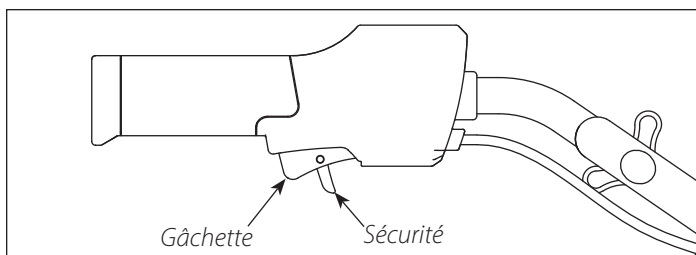

Figure 5
2. Enfoncer le cran de sécurité de la gâchette, puis serrer la gâchette. La motobineuse démarre au bout d'un délai de sécurité d'une demi-seconde. Ce modèle comporte une commande à vitesse variable par gâchette. La vitesse varie en fonction de la pression exercée par l'utilisateur sur cette commande. **VOIR FIGURE 5**